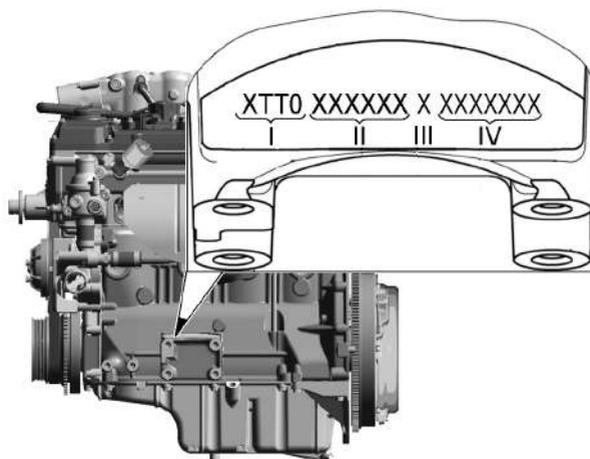

Рис. 1.5. Расположение идентификационного номера двигателя
**Идентификационный номер двигателя** (рис. 1.5) располагается на блоке цилиндров двигателя с левой стороны, над бобышками крепления передней опоры двигателя.